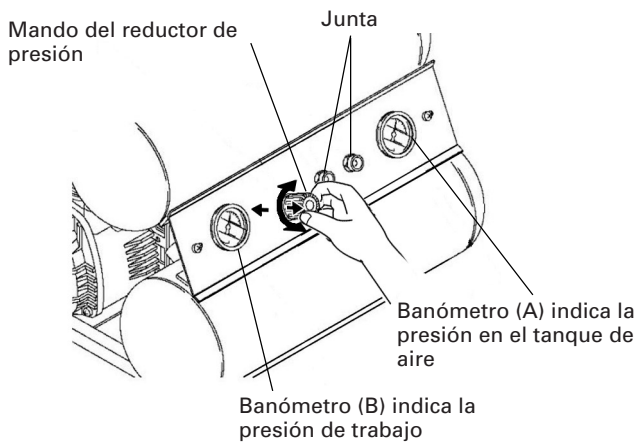

Fig. 6
Atornille el acoplador de aire en la junta. (Consulte la Fig. 1 y la Fig. 6). El diámetro de la entrada de la junta es de 3/8". Utilice un acoplador de aire que posea el mismo diámetro de entradas.
Desenganche el mando del reductor de presión tirando de él hacia arriba, y ajuste la presión hasta el nivel requerido girándolo hacia la derecha para aumentar y hacia la izquierda para reducirla. Existe un manómetro (B) para saber cuando se ha alcanzado la presión requerida. Cierre el mando empujándolo firmemente hacia abajo (Consulte la Fig. 6).